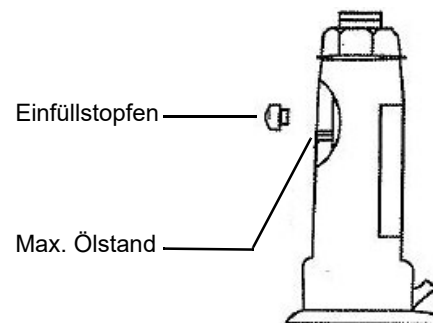

Abb. 7: Hydrauliköl nachfüllen
Schritt 4: Füllen Sie hochwertiges Hydrauliköl bis an den unteren Rand der Einfüllöffnung in den Zylinder. (siehe Abb.7)